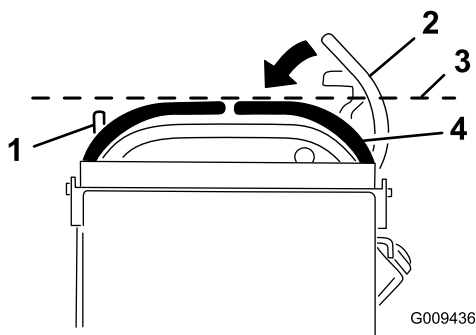

Figura 68
3. Spingete in giù la leva di controllo del movimento destra per toglierla dalla posizione di blocco in folle (Figura 68).
4. Controllate se è allineata orizzontalmente con la leva di controllo del movimento sinistra (Figura 68).